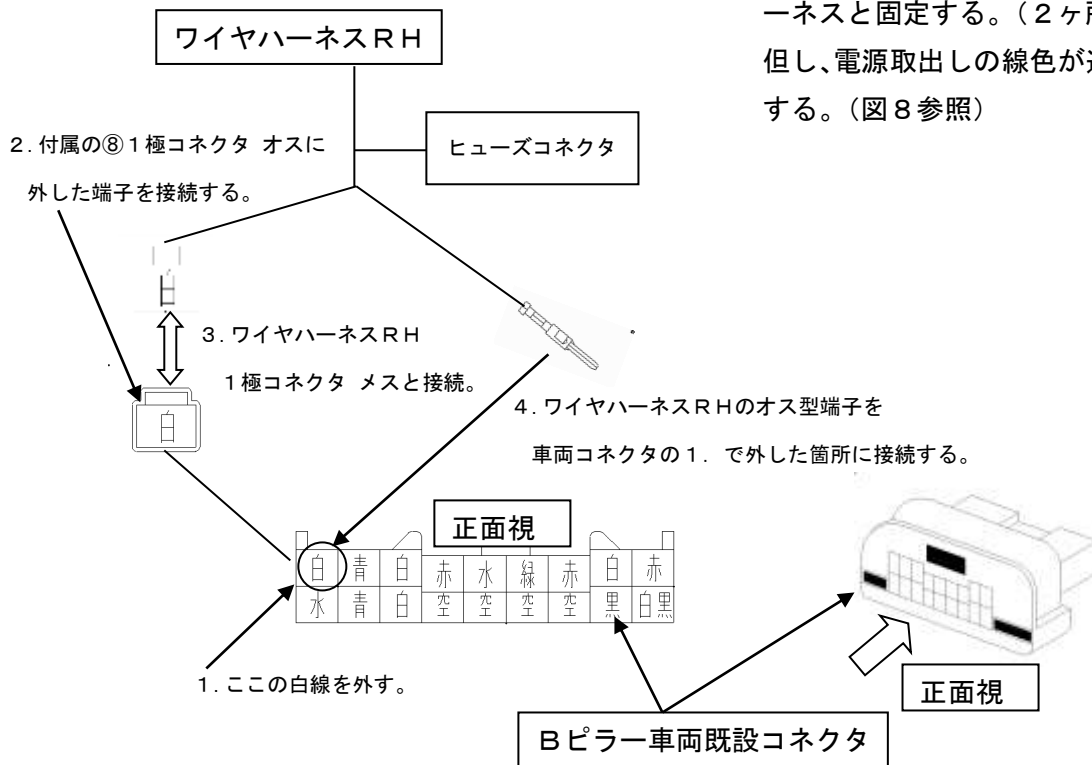

図8. 運転席側電源取り出し
8. ⑤ワイヤハーネスRHを助手席側配線作業、P. 14の作業工程10.と同様に行い、⑳結束バンド200Lで車両ハーネスと固定する。(2ヶ所固定) 但し、電源取出しの線色が違うので注意する。(図8参照)